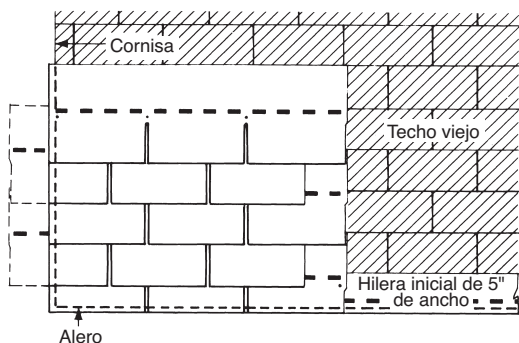

Figura 10-17: Instalación escalonada vertical, colocación anidada
2. Corte 6" (150 mm) de un lado de la primera teja inicial y coloque la pieza de 30" (760 mm) sobre la primera hilera de las tejas viejas, en la esquina inferior izquierda. Esta y todas las demás tejas deben colocarse con los bordes a tope de las tejas viejas (Figura 10-17).
2. Alinee el borde superior de las tiras de 10" (250 mm) para que queden a tope (colocadas) contra las lengüetas de las tejas en la vieja tercera hilera (Figura 10-17).
1. Recorte 6" (150 mm) del extremo izquierdo de una teja entera. Coloque el borde superior de este nuevo trozo de teja de 12" por 30" (305 mm por 760 mm) contra el borde inferior de las tejas de la cuarta hilera (Figura 10-17).
1. Comience a colocar las hileras sucesivas alternando tejas enteras y tejas de 30" (760 mm) (recorte de 6" (150 mm) del extremo izquierdo hasta la cornisa en una columna simple (Figura 10-17).